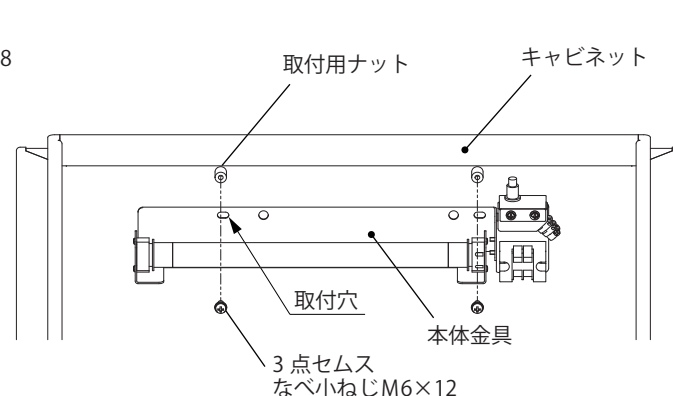

図 8
3. キャビネットの取付用ナットに、本体金具の取付穴を利用して、付属の 3 点セムスなべ小ねじ M6×12 (2 カ所) にて取付けてください。(図 8)